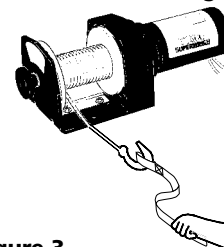

Figure 3
- TENEZ-VOUS À L'ÉCART DU TREUIL, DU CÂBLE SOUS TENSION ET DU CROCHET LORSQUE LE TREUIL EST EN MARCHÉ. Ne mettez jamais les doigts dans le crochet. Vous pourriez perdre votre doigt au cas où il serait pris dans le crochet. UTILISEZ TOUJOURS LA BARRE PROTÈGE-MAINS lorsque vous guidez l'entrée et la sortie du câble. (Voir la Fig. 3.)